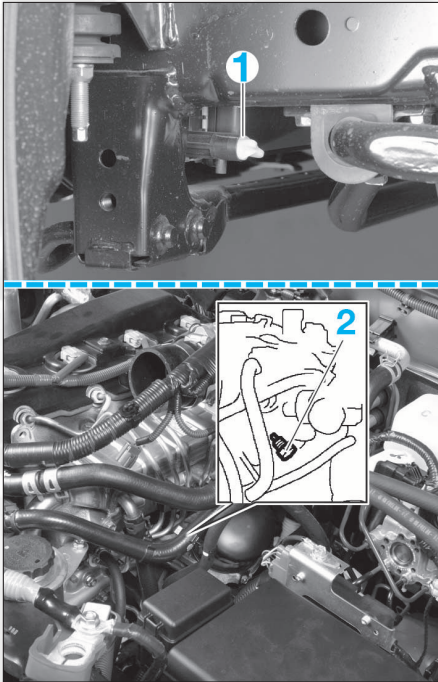

FIG. 45
- Desserrer le bouchon de vidange (1) du radiateur qui se trouve en bas à gauche de celui-ci ainsi que le bouchon de vidange (2) du bloc-cylindres pour vidanger le liquide de refroidissement (fig. 45).